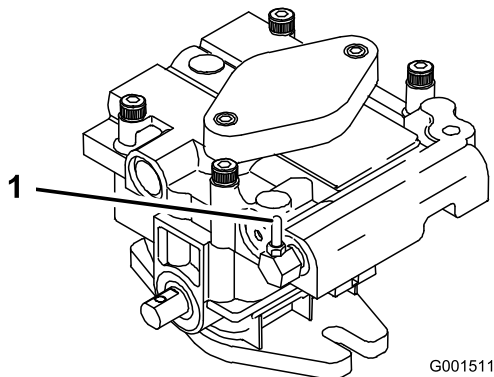

Figure 14
2. Ouvrez les vannes en les tournant 1 à 2 fois dans le sens antihoraire. Cela permet au liquide hydraulique de contourner les pompes et aux roues de tourner (Figure 14).